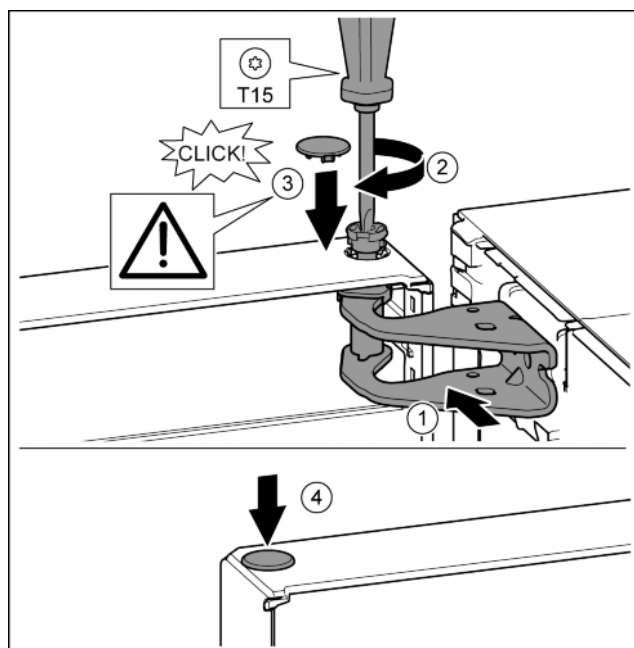

Fig. 17
- ▶ Wyrównać drzwi u góry względem otworu w płytce zawiasu. Fig. 17 (1)
- ▶ Założyć sworzeń i dokręcić śrubokrętem T15. Fig. 17 (2)
- ▶ Zamontować osłonę bezpieczeństwa w celu zabezpieczenia drzwi: Włożyć osłonę zabezpieczającą i sprawdzić czy przylega ona do drzwi. Ponadto założyć cały sworzeń. Fig. 17 (3)
- ▶ Założyć zatyczkę. Fig. 17 (4)